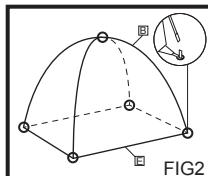

FIG2
3. Reis innerteltet <E> opp og dytt endene på stengene inn i jernstengene som er på hvert hjørne at innerteltet <E>. (FIG2)
4. Fest taket på innerteltet <E> der stengene krysser hverandre. (FIG2)